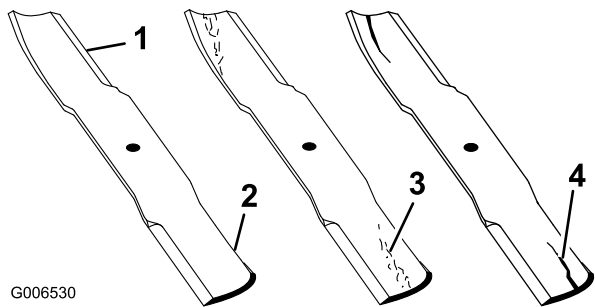
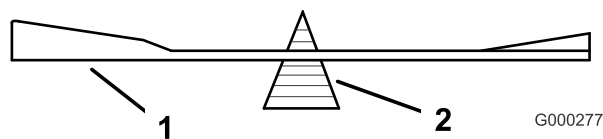

Figura 47
Figura 51
1. Controllate i taglienti (Figura 47). Se i taglienti non sono affilati o mostrano delle tacche, togliete le lame e affilatele. Vedere Affilatura delle lame (pagina 39).
2. Controllate le lame, in particolare l'area curva (Figura 47). In caso di incrinature, usura o scanalature nell'area (voce 3. in Figura 47) montate immediatamente una nuova lama.
2. Controllate il bilanciamento della lama posizionandola su un bilanciatore (Figura 51). Se la lama rimane in posizione orizzontale, è bilanciata e può essere utilizzata. Se la lama non è bilanciata, limate del metallo soltanto dalla costa (Figura 47). Ripetete la procedura finché la lama non è perfettamente bilanciata.